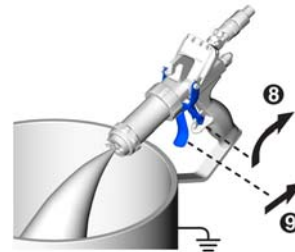

FIG. 21
11. Desenganche el seguro de gatillo de la pistola. Consulte FIG. 21.
12. *Purgue el aire de las mangueras de resina o catalizador:* con un cubo conectado a tierra debajo de la pistola, presione la pistola contra el costado del cubo y oprima el gatillo para suministrar. Continúe suministrando hasta que salga fluido sin aire de ambas lumbreras en la parte delantera de la pistola. Consulte FIG. 21. Puede ser necesario aumentar levemente la presión de aire hasta que el material comience a fluir.